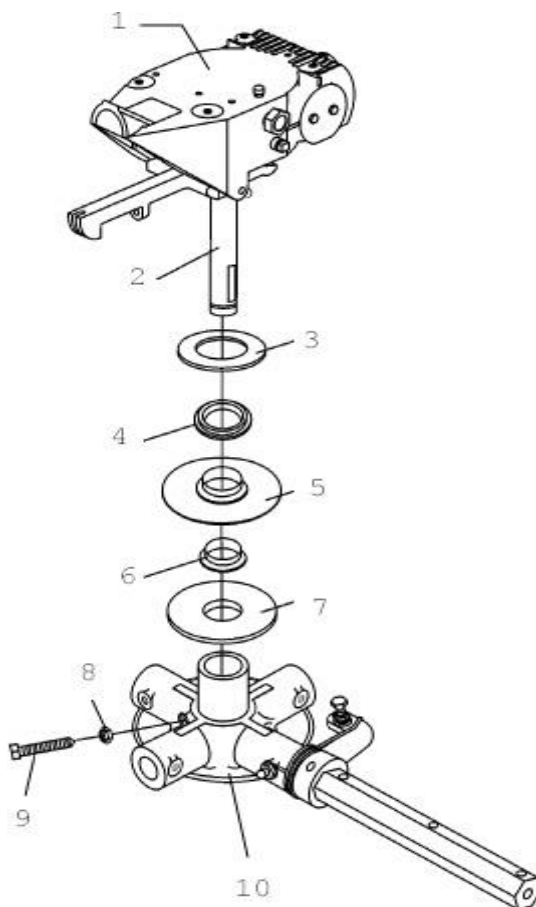

Рис. 19. Разборка узла редуктор-крестовина:
- а) Определить местоположения установочного болта с квадратной головкой и контргайки (см.рис. 19).